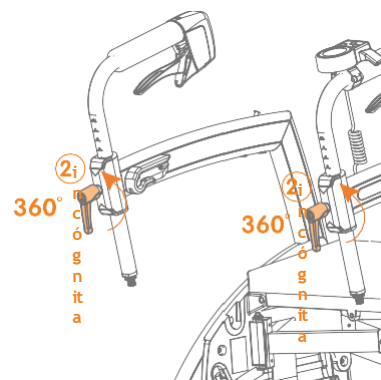
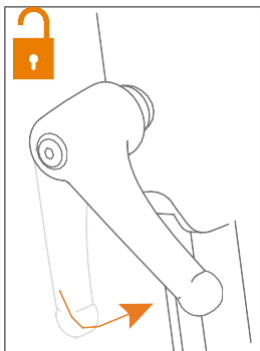

Figura 22: Aflojar las manetas de ajuste .
Figura 23: Girar en sentido contrario a las agujas del reloj.
- Afloje las manetas de ajuste en sentido antihorario (**Figura 22**) y (**Figura 23**).